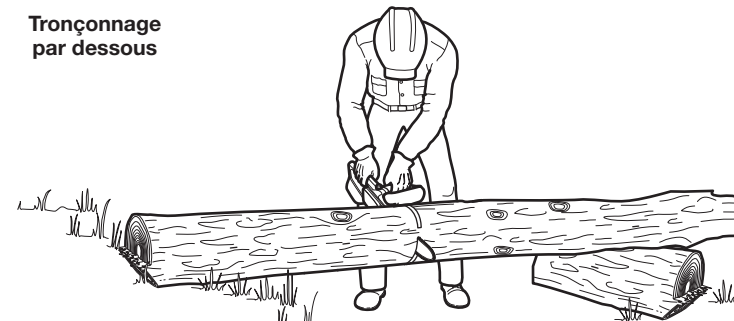

Fig. 17
1. Commencez à couper par le bas, avec le haut de la chaîne de la tronçonneuse contre le bas de la bûche (Fig. 17).